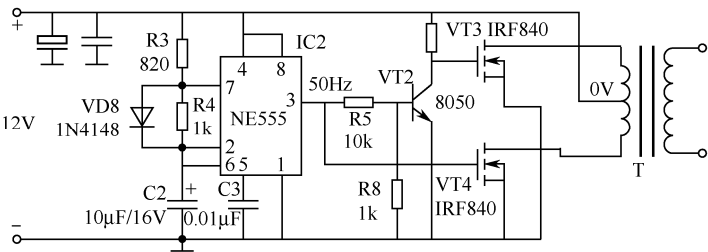

图 5-31 基于 NE555 的逆变电源电路
该逆变电路如图 5-31 所示。
1) 电路原理图（见图 5-31）